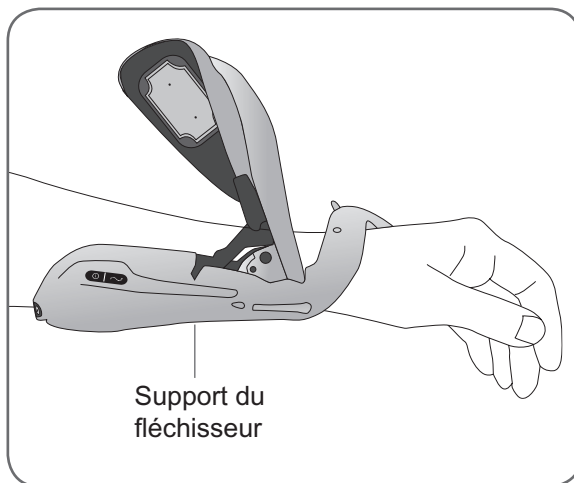

Figure 10-3 : Retrait du support du fléchisseur.
4. Lorsque l'aile de l'extenseur est ouverte (reportez-vous à la Figure 10-3), retirez le support du fléchisseur de sous votre avant-bras.